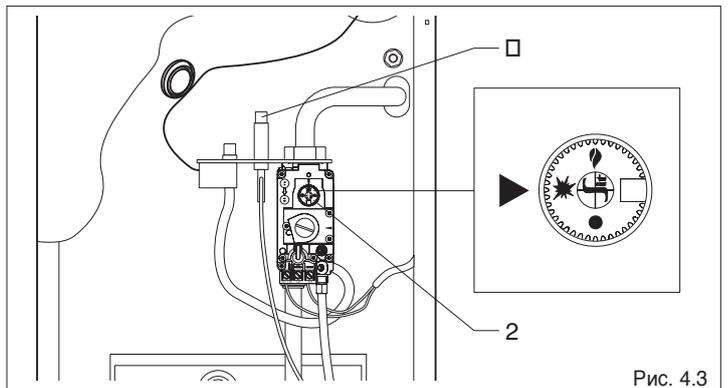

Рис. 4.3
- Нажмите и поверните ручку управления (2) в положение  (Рис. 4.3).
- Удерживайте ручку (2) в нажатом положении и одновременно с этим несколько раз подряд нажмите кнопку пьезоэлемента (3) (он находится рядом с газовым клапаном), до тех пор, пока не загорится запальная горелка.
- После того как запальная горелка загорится, продолжайте удерживать ручку управления (2) нажатой еще приблизительно 20 секунд, после чего отпустите ее.